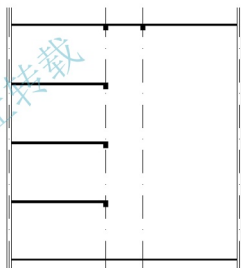

图 4.94 修整屋面板
(6) 用【延伸】命令将屋面板延伸至 D 轴线外墙处, 并复制生成屋面板下部另一根梁, 两根梁中心线的间距为 2100mm, 结果如图 4.94 所示。